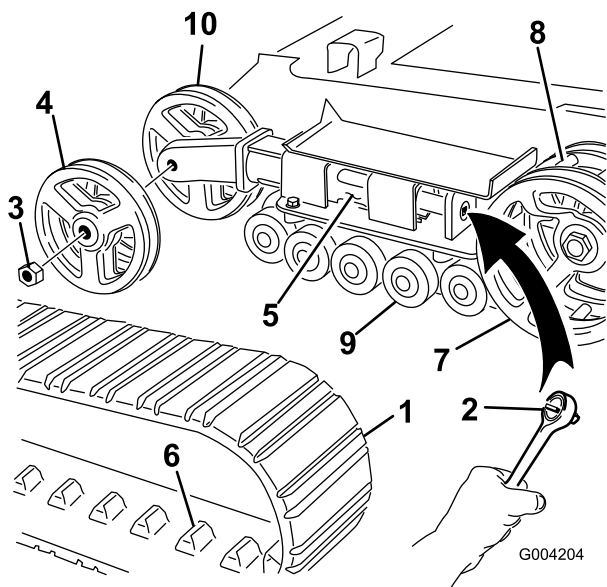

Figura 49
**Nota:** Avete cingoli a larghezza ridotta se le ruote di tensione anteriori sono montate sui lati dell'estremità del tubo di tensione (Figura 49).
- Utilizzando un cricchetto di trasmissione da ½", rilasciate la tensione di trasmissione ruotando la vite di tensione in senso orario (Figura 47 e Figura 49).
- Spingere la ruota di tensione verso il retro dell'unità in modo da spostare il tubo di tensione contro il telaio (Figura 49).
- Togliere il dado di fissaggio della ruota di tensione esterna e rimuovere la ruota (Figura 49).
- Togliere il cingolo (Figura 49).
- Togliere il dado di fissaggio della ruota di tensione interna e rimuovere la ruota (Figura 49).
- Montare la ruota di tensione interna e fissarla con il dado tolto in precedenza (Figura 49).
- Montare il nuovo cingolo, accertandosi che gli attacchi del cingolo si inseriscano tra i denti al centro della ruota conduttrice (Figura 49).
- Montare la ruota di tensione esterna e fissarla con il dado tolto in precedenza (Figura 49).